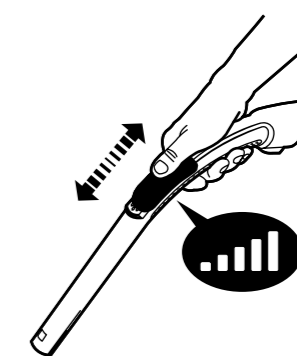

fig. 1
- Se necessário use a regulagem de sucção para facilitar o trabalho e aumentar a eficiência (Fig.1).